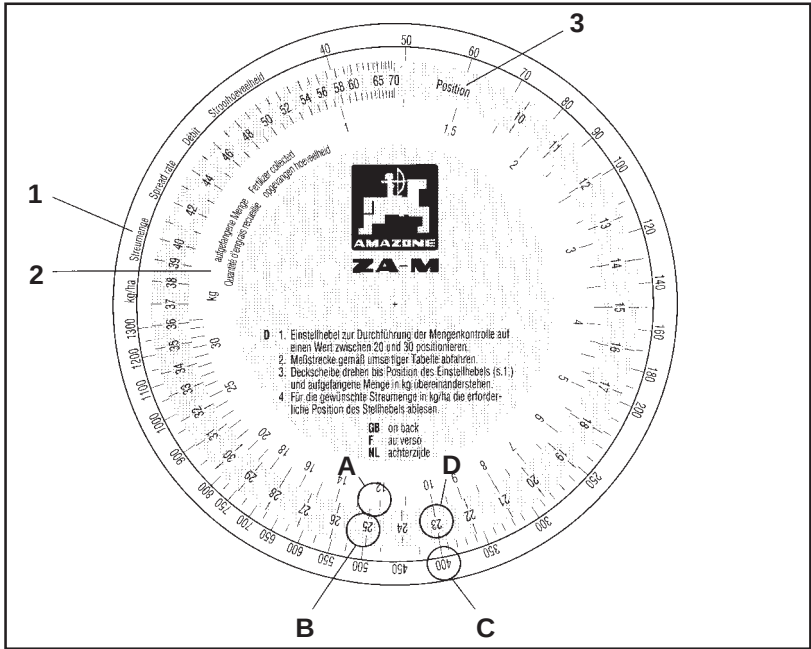

Рис. 7.9
- Возьмите счетный диск. Найдите на шкале (**Рис. 7.9/2**) для уловленного количества [кг] числовое значение „**12,5**“ (**Рис. 7.9/А**) и совместите с выбранным положением шиберной заслонки „**25**“ (**Рис. 7.9/В**) цветной шкалы (**Рис. 7.9/3**).
- Найдите необходимую норму внесения (**400 кг/га**) (**Рис. 7.9/С**) на шкале для нормы внесения (**Рис. 7.9/1**) и определите нужное положение шиберной заслонки (позицию) „**23**“ (**Рис. 7.9/Д**).